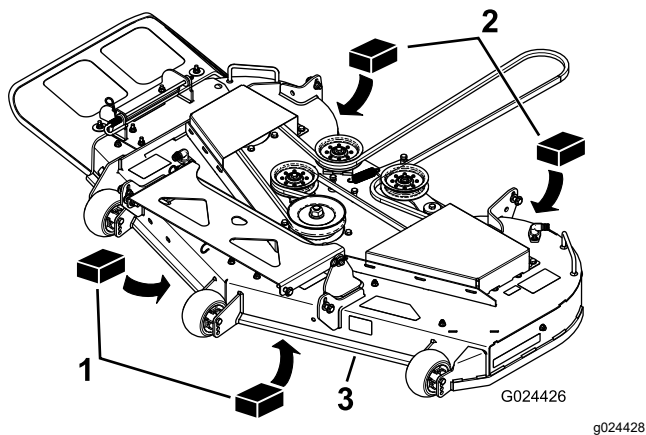

Figure 61
3. Placez deux cales de 6,6 cm (2 $\frac{5}{8}$ po) d'épaisseur chacune sous chaque côté du bord avant du tablier de coupe, mais pas sous les supports des galets anti-scalp (Figure 61).
4. Placez deux cales de 7,3 cm (2 $\frac{7}{8}$ po) d'épaisseur chacune sous le bord arrière de la jupe du tablier de coupe, une de chaque côté (Figure 61).